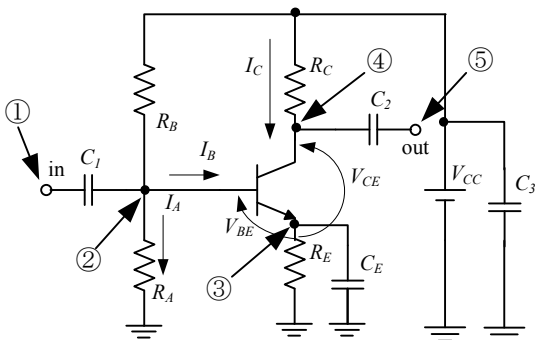
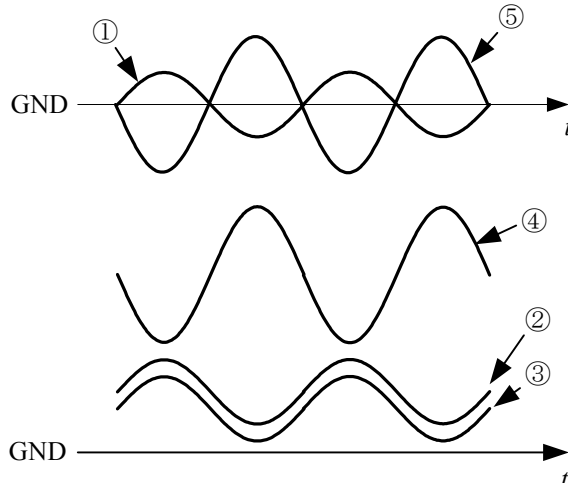
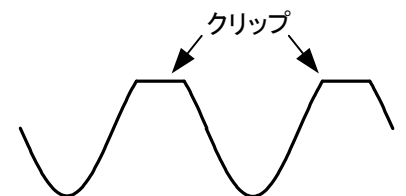

図6 波形観測点
図7 各観測点の波形の概要
図8 クリップ波形
- (1)電子回路の教科書pp.80-81参考にしてブレッドボード上に回路を組む。このとき、 C_E は外すこと。結線が完成したら、直流電源を加える前にテスターで直流電源の+と一端子の導通チェックをすること。
- (2)図6の①～⑤の各点について波形を観測して、グラフ用紙に写すこと。図7のように①と⑤はGND(0 V)を共通に、②～④もGNDを共通にして作図すること。
- (3)増幅回路の出力波形が図8のようにクリップするまで発振器の電圧を増加させること。この状態で、同様に図6の各点の波形をグラフ用紙に写すこと。
- (4)発振器の電圧を(2)の状態に戻してクリップしないようにする。 C_E を挿入して、波形がどうなるか確認すること。
各接地方式共通の条件および式(図6の回路で)
- 図6の回路において C_2 と C_3 は適当な値のものを用意するので設計する必要はない。
- (1)自分で設計した回路の等価回路を描き、利得、入力インピーダンス、出力インピーダンスの式を求めること。
- (2)(1)で求めた式と h パラメータの値より利得、入力インピーダンス、出力インピーダンスの計算値を求めること。
- (3)図6の回路において、 C_E により回路はどのような動作をするか答えよ。(1)での結果を参考にすること。
- (4)波形の観測結果より、トランジスタの増幅動作について説明すること。